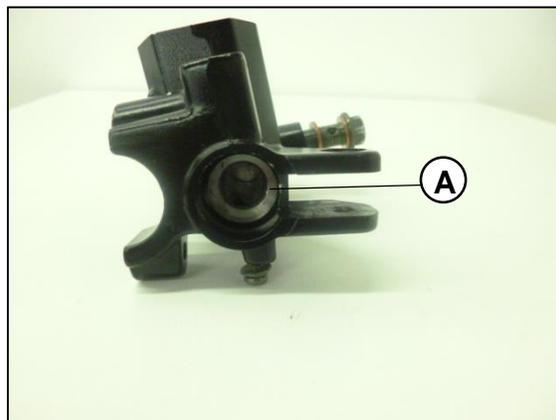

Fig.16
Verifique el diámetro interior del cilindro maestro (A).Fig.16